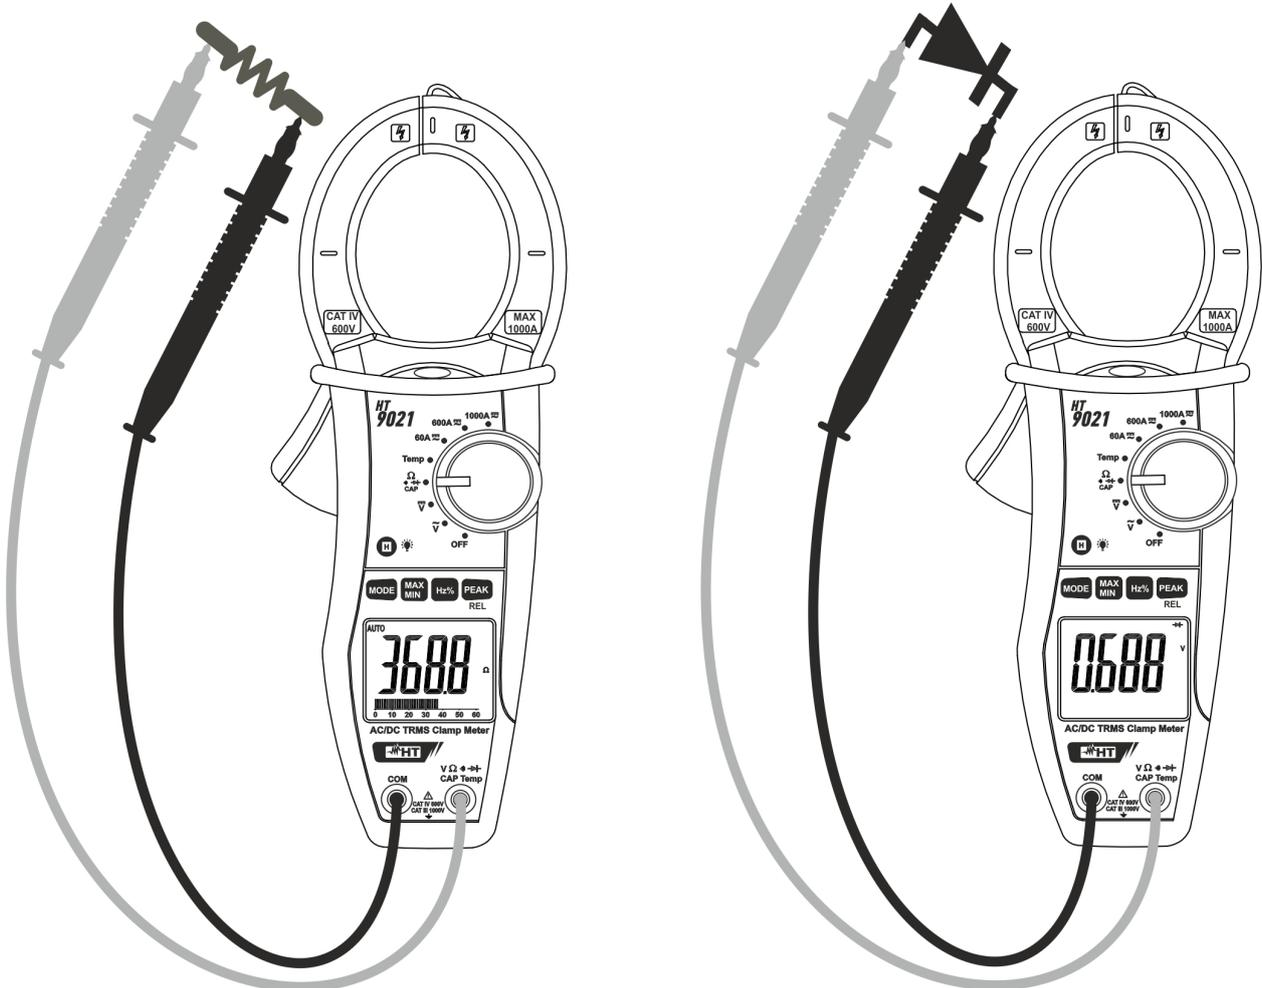

Fig. 6 : Utilisation de la pince pour test de continuité et test des diodes
3. Insérer le câble rouge dans la borne d'entrée $V\Omega \rightarrow \text{CAP Temp}$ et le câble noir dans la borne d'entrée **COM** et effectuer le test de continuité sur l'objet examiné (voir Fig. 6 – partie gauche). L'alarme émet un signal sonore si la valeur de résistance mesurée est inférieure à 60Ω
5. Connecter l'embout rouge à l'anode de la diode et l'embout noir à la cathode en cas de mesure de polarisation directe (voir la Fig. 6 – partie droite). Inverser la position des embouts en cas de mesure de polarisation inverse